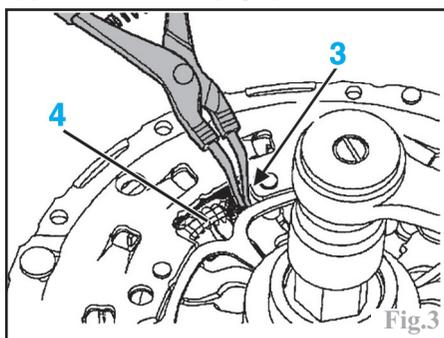

Fig.3
À l'aide d'une pince à circlip insérée dans le logement (3), comprimer les 3 ressorts (4) du mécanisme (Fig.3).